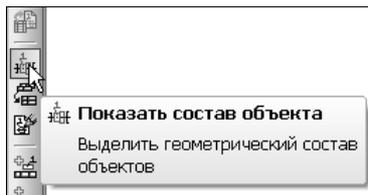

Рис. 9.110. Команда Показать состав объекта
10. Для того чтобы проверить или просмотреть состав объекта спецификации, выделите строку с названием компонента (например, **Корпус**) и активизируйте команду **Показать состав объекта** на странице **Спецификация** (рис. 9.110). На всех ассоциативных изображениях чертежа выделенный компонент будет подсвечен зеленым цветом. Вместе с изображением компонента выделяется и указывающая на него позиционная